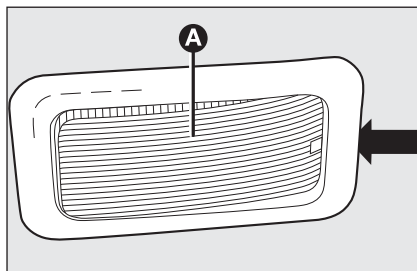

fig. 32
- ☐ com a chave de parafusos fornecida, retirar a luz do tecto **A**-fig. 32 actuando no ponto indicado pela seta;